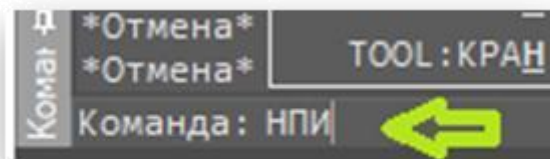
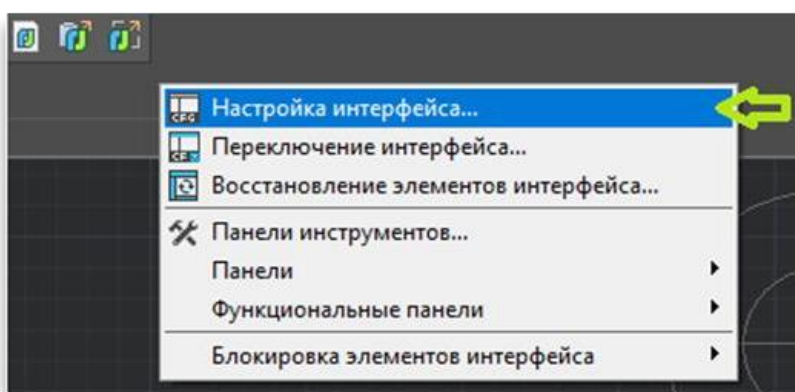

Рис. 4.1. Командная строка nanoCAD.
Рис. 4.2. Вызов диалога настройка интерфейса.
4.1. Введите в командной строке **НПИ** (рис. 4.1) или через пункт меню (рис. 4.2.)